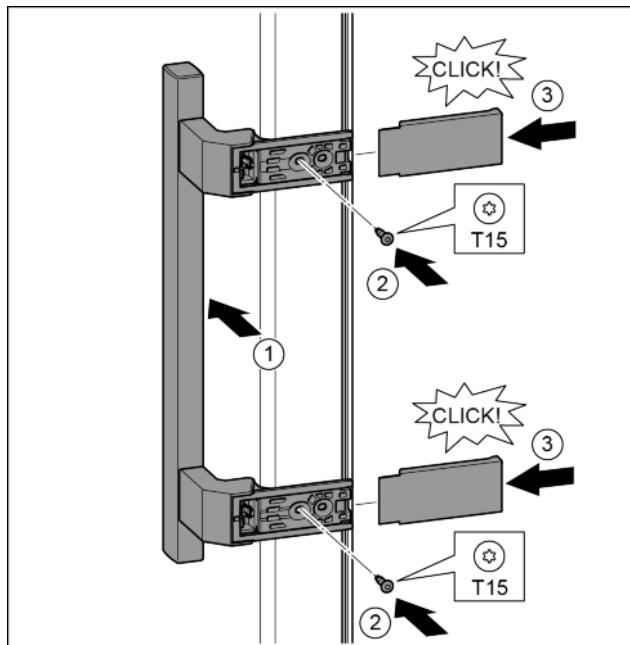

Fig. 20
- ▶ Поставете дръжката от другата страна. Fig. 20 (1)
- ▶ С отвертка T15 затегнете винтовете. Fig. 20 (2)
- ▶ Поставете отстрани капациите и ги нахлузете. Fig. 20 (3)